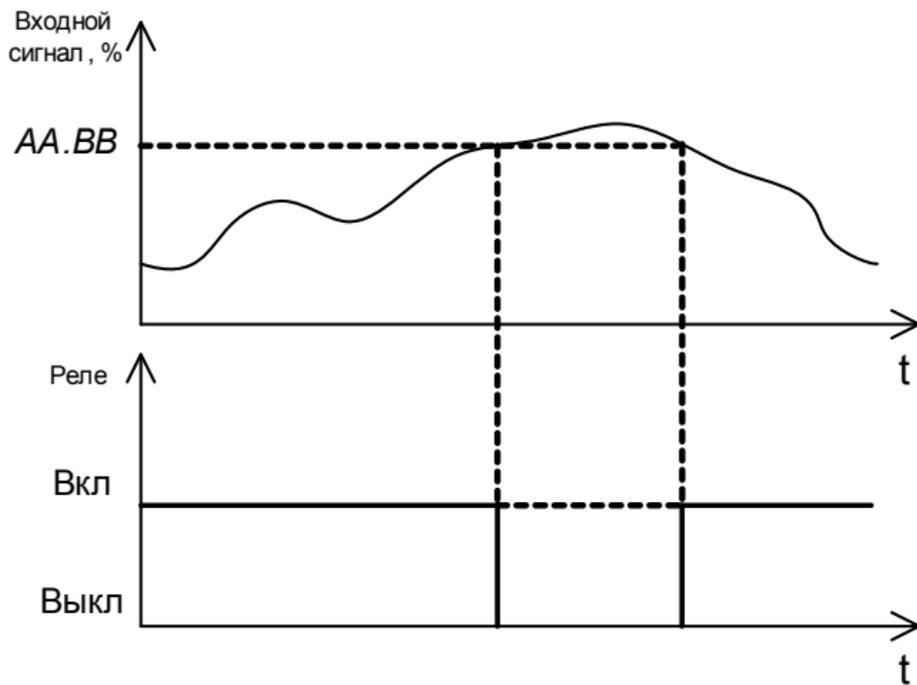

Рисунок 3 – Обратная функция. Реле срабатывает, если входной сигнал меньше уровня сигнализации, сброс реле, если больше
F.2	Обратная функция компаратора. Реле срабатывает, если входной сигнал меньше значения параметра СИГН. УР . См. рисунок 3